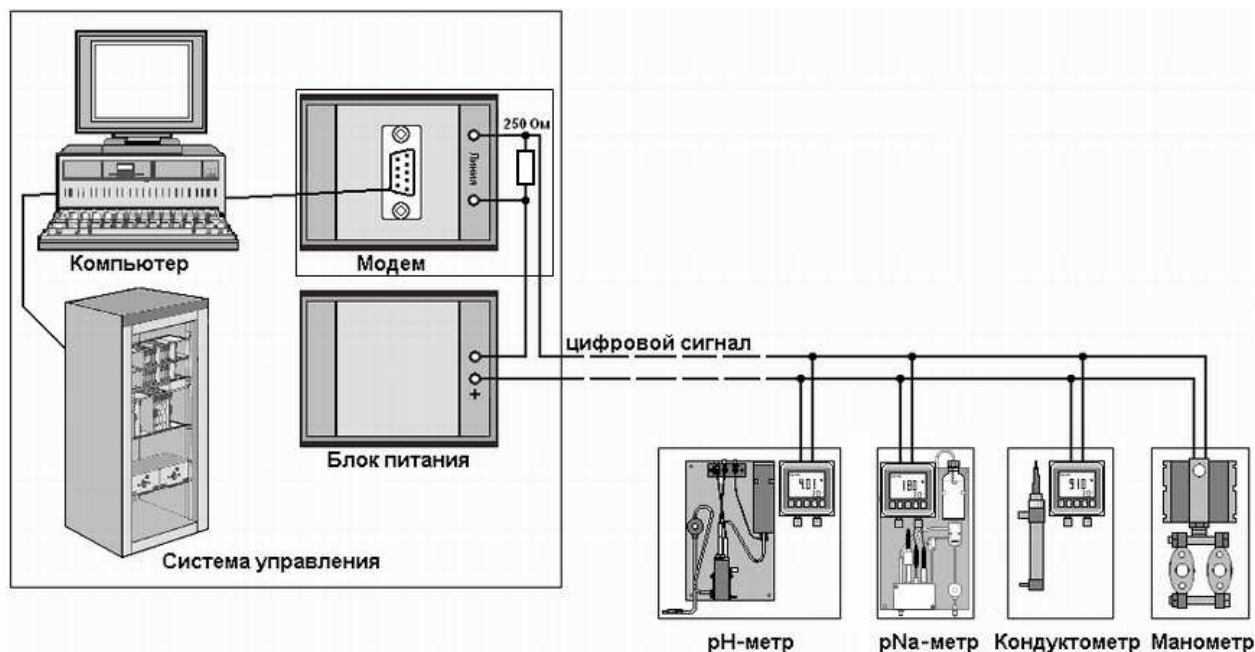

Рисунок 7 – Моноканальная система автоматического контроля и регулирования с применением HART-протокола.
4.3.4 Если преобразователь монтируется в систему автоматического контроля и управления, в которой используется только цифровой сигнал, (без использования аналогового), то к одной линии могут быть подсоединены несколько (до 15) первичных преобразователей (рисунок 7). При этом интерфейсные модули системы контроля и управления (далее – главное устройство системы) считывают с них данные последовательно. Такая система называется схемой моноканала.